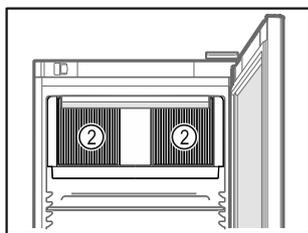

Fig. 59
- ❑ Cirkuliuojančio oro ventiliatoriaus vėsinimo plyšiai Fig. 59 (2) viduje turi būti neuždengti.